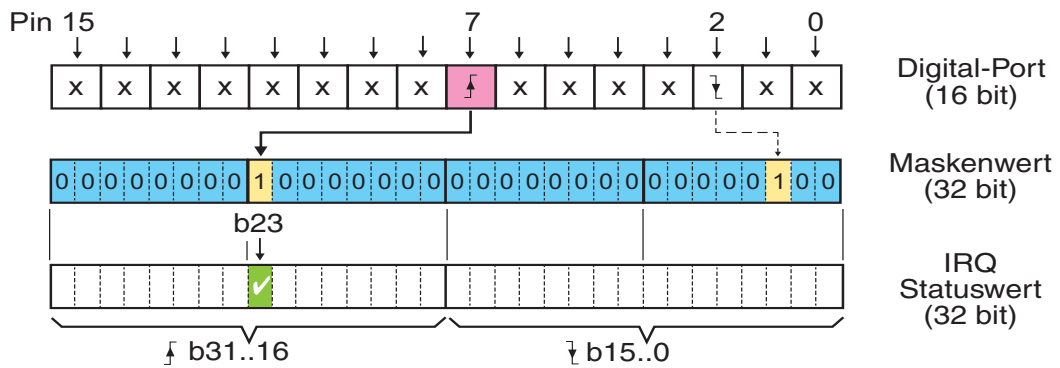

Abb. 13: Bitmuster-Änderung
Im Modus „Bitmuster-Änderung“ können ein oder mehrere Bits definiert (maskiert) werden, die auf Zustandsänderung überwacht werden sollen. Als „Maske“ dient dabei ein 32 bit Argument je Subdevice. Für jeden Eingangspin gibt es jeweils ein Bit für steigende und ein Bit für fallende Flanke. Falls sich der Zustand von mindestens einem mit einer „1“ maskierten Bit ändert ( $0 \rightarrow 1$  oder  $1 \rightarrow 0$ ), wird ein Interrupt ausgelöst (siehe Abb. 13).
**Beispiel** (siehe Abb. 13):